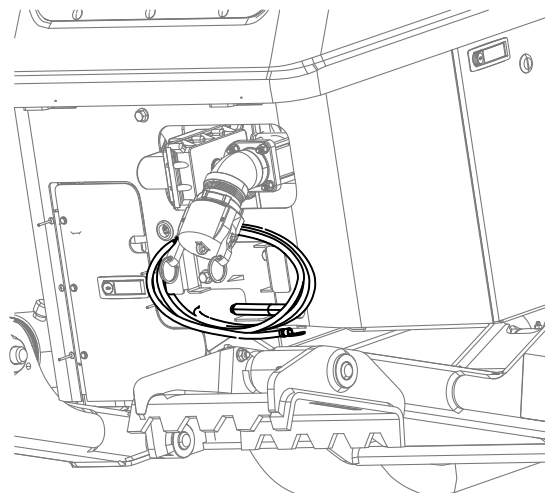

Figura 49
1. Retire el cable de tierra de su posición de almacenamiento en la parte trasera de la máquina (Figura 49).
9. Guarde la pica de tierra en el soporte de la parte trasera de la máquina (Figura 49).